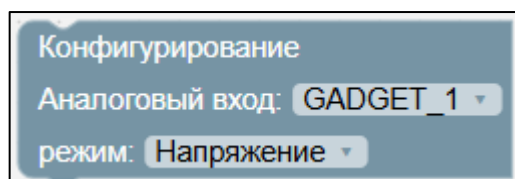

Рисунок II-41 – Блок конфигурирования
1) блок конфигурирования (см. Рисунок II-41):